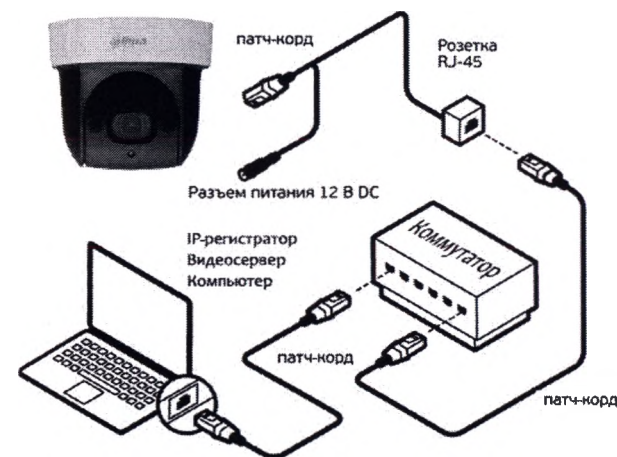

Рис. 2. Подключение видеокamеры к локальной сети
1. С помощью сетевого кабеля патч-корд подключите видеокamеру к сетевой карте вашего компьютера либо к локальной сети, в которой он находится. Подключите электрическое питание камеры. Камера может быть запитана как с помощью медицинского сетевого адаптера питания, входящего в комплект поставки, так и с использованием технологии PoE (Power Over Ethernet) (рис. 2).